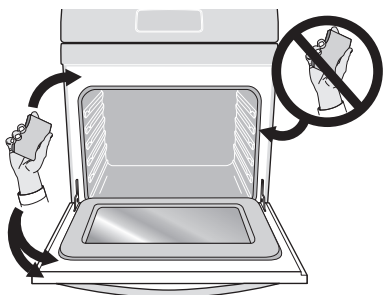

Figure 19 : Nettoyer autour du joint de porte du four
- Ne pas nettoyer le joint de porte du four (Figure 19). Le matériel tissé de la porte du four est essentiel à une bonne étanchéité. Il faut prendre garde à ne pas frotter, endommager ou arracher le joint de porte.
- Nettoyer toute la saleté du cadre du four, la garniture de porte à l'extérieur du joint de porte et de la petite zone au centre avant de la sole du four. Ces zones reçoivent suffisamment de chaleur pour brûler les saletés. Nettoyer à l'eau savonneuse. Ces zones sont illustrées en blanc (Figure 19).